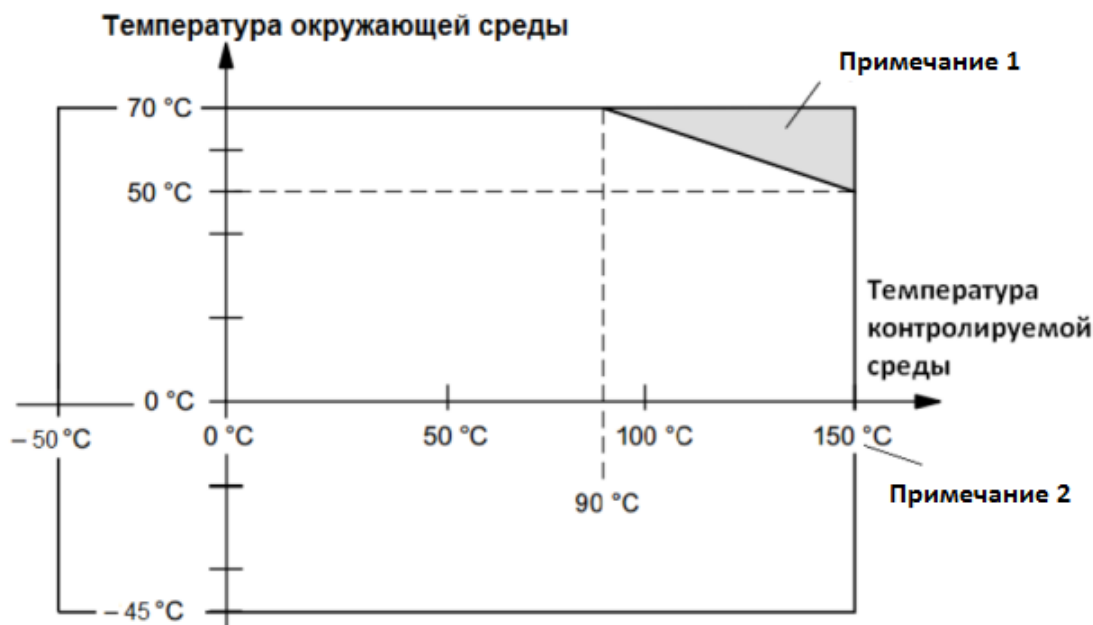

Рисунок 2 – зависимость максимальной температуры окружающей среды от температуры контролируемой среды для исполнения 56.
– температура окружающей среды (воздуха), °С	Для исполнения 51,52,52*: от минус 45 до плюс 80 Для исполнения 54: от минус 45 до плюс 80 Для исполнения 55: от минус 60 до плюс 80 Для исполнения 56: от минус 45 до плюс 70 (см. рисунок 2)
– температура контролируемой среды (чувствительного элемента) °С	Для исполнения 51,52,52*,54,55: от минус 45 до плюс 150 Для обычного исполнения 56: от минус 45 до плюс 90 Для высокотемпературного исполнения 56: от минус 50 до плюс 150 (см. рисунок 2) Для всех исполнений во время пропарки: до плюс 230 (см. п.1.3.3.1)
При эксплуатации сигнализатора обычного и высокотемпературного исполнения 56 необходимо учитывать зависимость температуры окружающей среды от температуры контролируемой среды (см. рисунок 2).